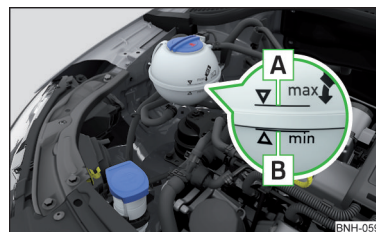

Abb. 149
Kühlmittelstand prüfen - der Kühlmittelstand muss zwischen den Markierungen **A** und **B** liegen » **Abb. 149**. Liegt der Kühlmittelstand unterhalb der Markierung **B**, das Kühlmittel nachfüllen.
Die **Spezifikation** des Kühlmittels ist auf dem Kühlmittelausgleichsbehälter aufgeführt » **Abb. 149**.
- Das Kühlmittel nicht über die Markierung **A** auffüllen » **Abb. 149**. Das Kühlmittel könnte bei Erwärmung aus dem Kühlsystem gedrückt werden - es besteht die Gefahr einer Beschädigung der Motorraumteile.